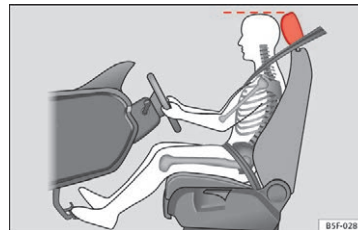

Fig. 78 Korrekt indstilling af førerens hovedstøtte
- Indstil hovedstøtterne således, at hovedstøttens øverste kant er på højde med den øverste del af dit hoved » Fig. 78.